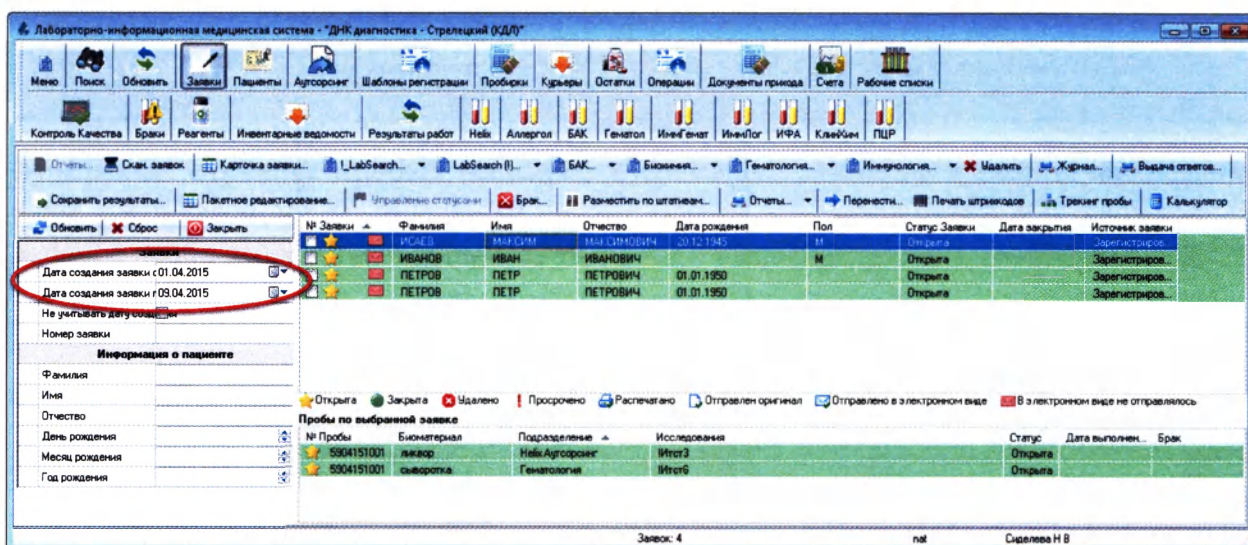

Рисунок 3.18
- В поисковом фильтре задайте временной промежуток (Рисунок 3.18):